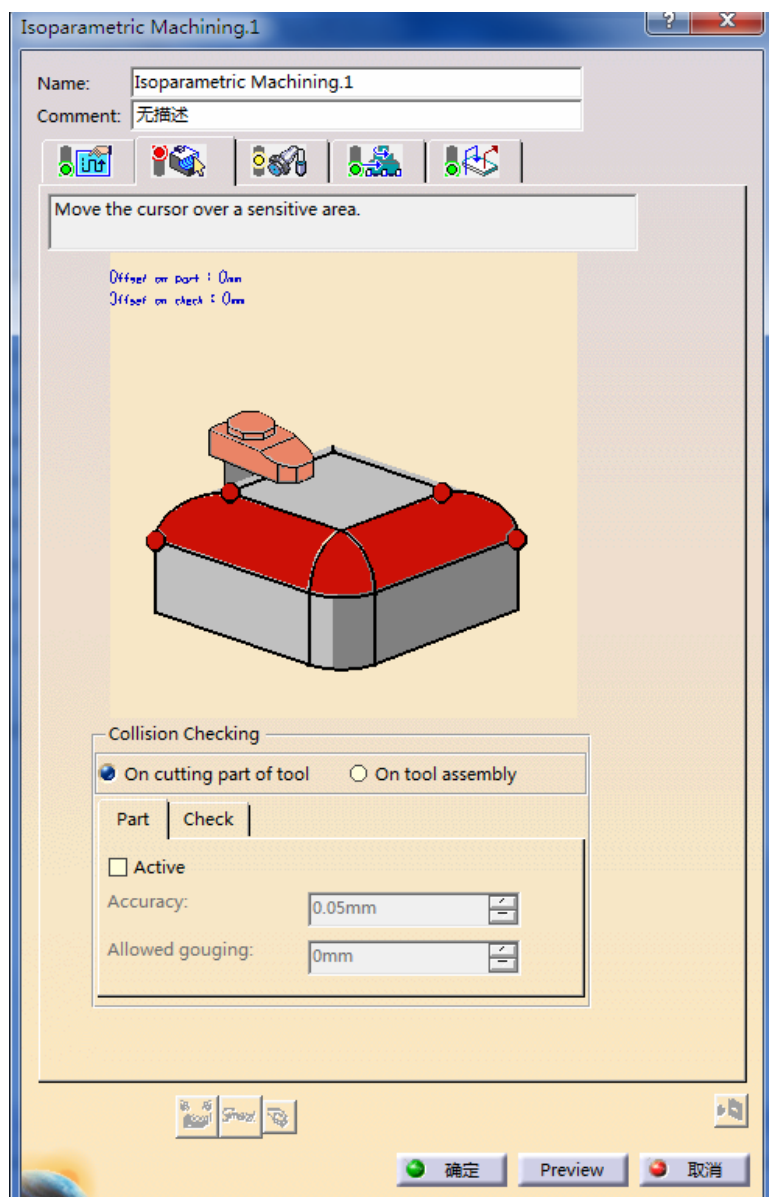

图 5-123 “Isoparametric Machining.1”对话框（2）
在特征树中选择“Multi-Pockets Flank Contouring.3”, 选择下拉菜单“插入”→“Machining Operations”→“Multi-Axis Machining Operations”→“Isoparametric Machining”命令, 或者单击“Machining Operations”工具栏上的 Isoparametric Machining 按钮, 弹出“Isoparametric Machining.1”对话框 (2), 如图 5-123 所示。